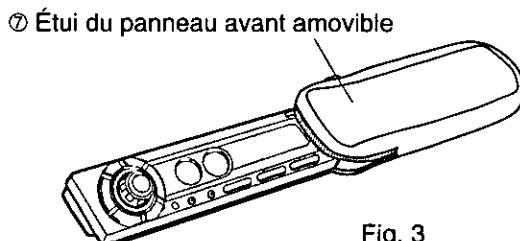

Fig. 3
c) Retirer l'appareil en le tirant avec les deux mains. (Fig.3)
④ Tel qu'illustré à la figure 3, ranger le panneau dans l'étui. Le panneau peut alors être transporté en toute sécurité.